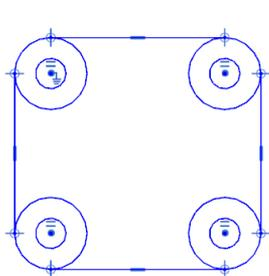
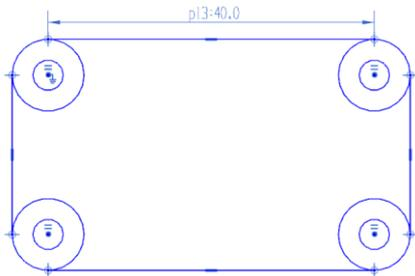

图 3-49 【实例 2】草图
图 3-50 添加水平尺寸约束
**【实例 2】** 为如图 3-49 所示的曲线添加尺寸约束，操作步骤如下。
(1) 打开文件。打开【实例 1】保存的草图文件，进入建模应用模块，然后选择“编辑”→“草图”菜单命令进入草图环境。
(2) 添加水平尺寸约束。单击“草图约束”工具条中的“水平”按钮，选择草图曲线中的上水平线，向上拖动鼠标，在合适的位置单击放置尺寸，然后在弹出的对话框中输入 40mm，按 Enter 键，完成尺寸的创建，如图 3-50 所示。